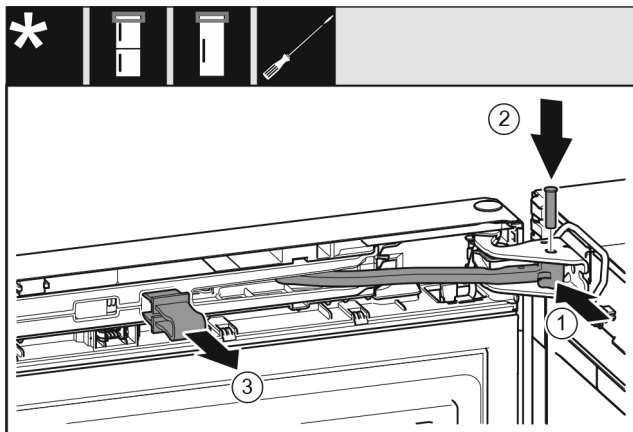

Fig. 50
- ▶ Ruotare il giunto articolato nel blocco di supporto. Fig. 50 (1)
- ▶ Inserire il perno nel blocco di supporto e nel giunto articolato. Fare attenzione che la camma di arresto sia correttamente in sede nella scanalatura. Fig. 50 (2)
- ▶ Rimuovere la protezione. Fig. 50 (3)